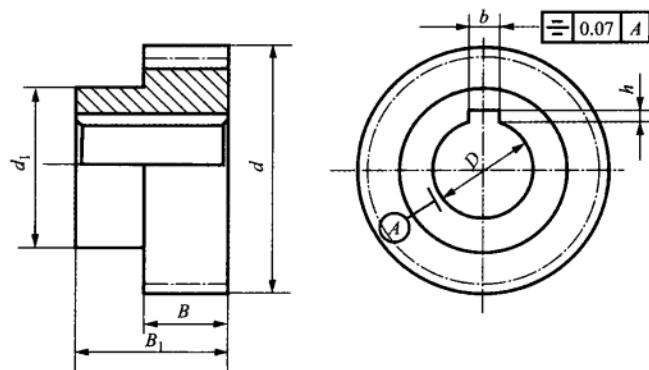

图 1.5 齿轮零件
(10) 如图 1.5 所示的齿轮零件，其内孔键槽是在插床上采用自定心三爪卡盘装夹外圆  $d$  进行插削加工的，试分别确定此键槽的设计基准、定位基准和测量基准。